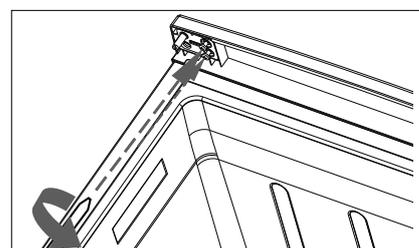

Abb. 8
- ▶ Befestigen Sie das obere Scharnier mit den beiden Halterungsschrauben mit einem Kreuzschlitzschraubendreher auf die linke Seite (Abb. 8).